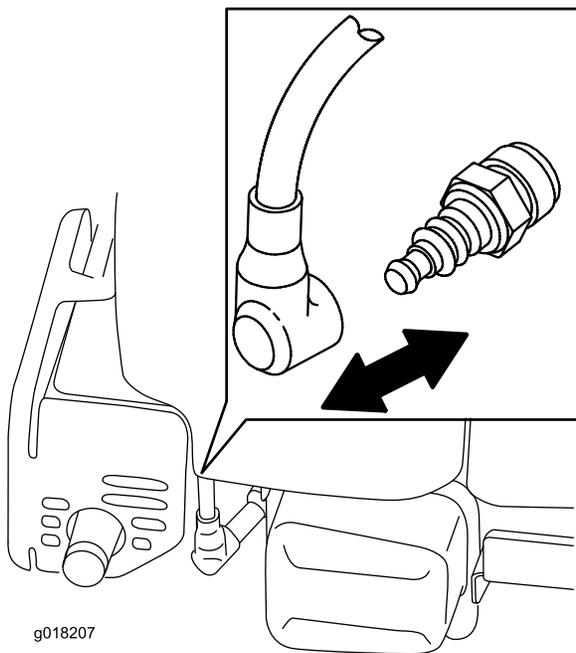

Figura 22
2. Desligue o fio da vela da ignição da vela da ignição (Figura 22) antes de executar qualquer procedimento de manutenção.